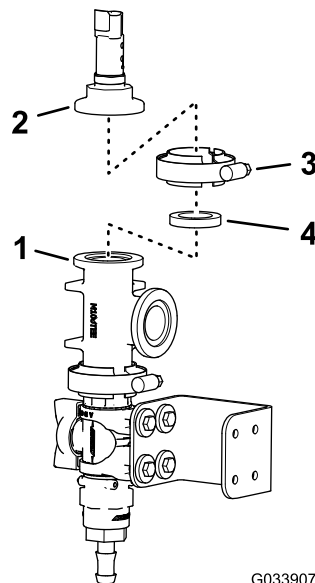

Figure 14
6. Alignez la bride du transducteur de pression et la bride du raccord en T, comme montré à la Figure 14.
- Montez le transducteur de pression sur le raccord en T à l'aide du collier à bride et serrez le collier à la main (Figure 14).